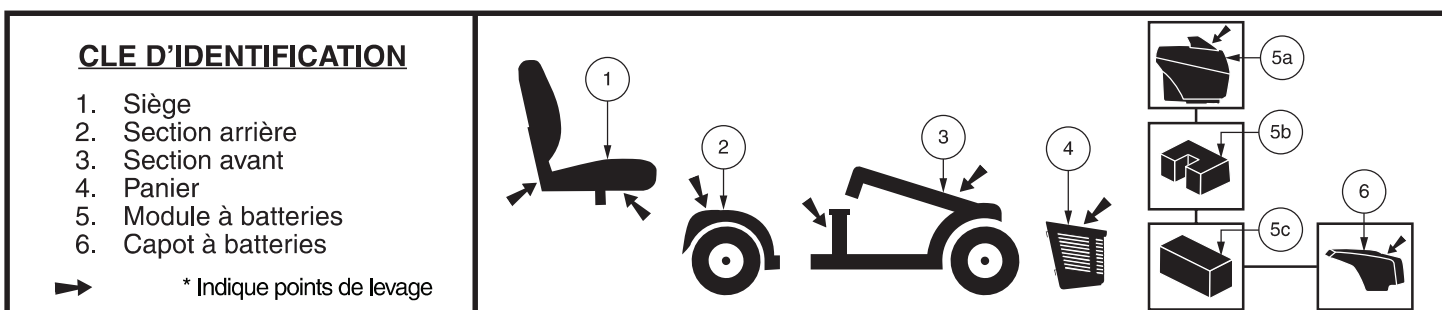

Figure 18. Démontage du Travel Scooter
1. Retirez la clé du contact et puis pour bloquer le guidon en ligne droite, pesez sur le bouton et tournez-le 90° dans le sens des aiguilles d'une montre. **Voir la figure 18.** La roue avant doit faire face à l'avant afin de pouvoir bloquer le guidon.